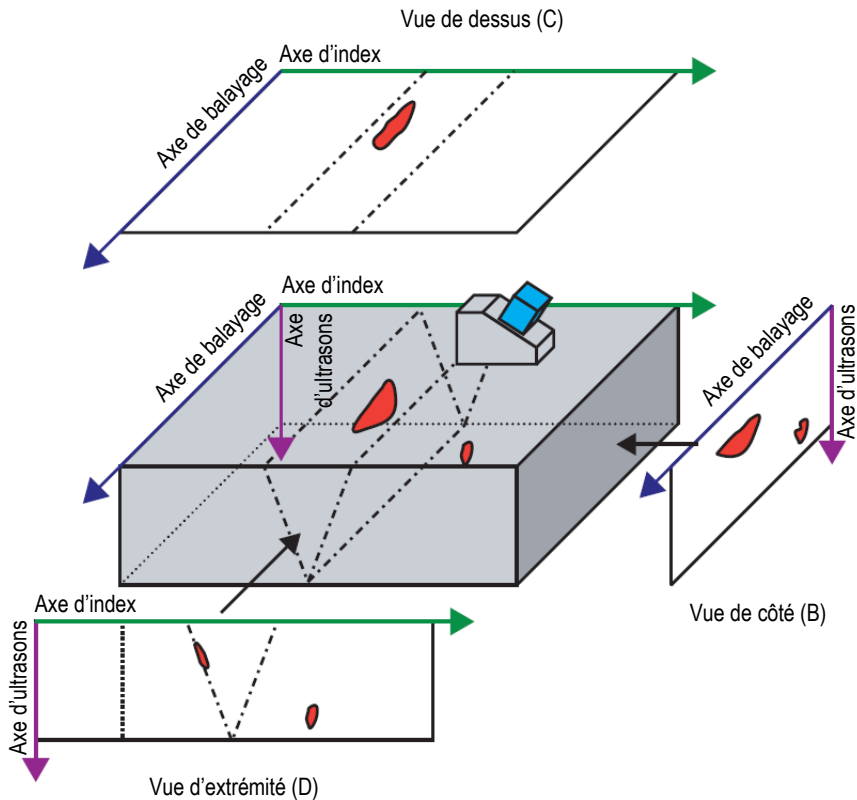

Figure 3-22 Exemple des vues ultrasons [dessus (C), côté (B) et extrémité (D)] avec un angle de bigle de 90°
Les vues volumétriques sont des images en codes de couleurs créées à partir de A-scans successifs projetés sur différents plans définis par les axes d'ultrasons, de balayage et d'index. Les vues les plus importantes, semblables aux projections 2D des dessins techniques, sont présentées dans la Figure 3-22 à la page 108.
Dans la Figure 3-22 à la page 108, si l'angle de bigle est de 0° (ou de 180°), la vue de côté (B) devient la vue de l'extrémité (D), et inversement. La vue de côté (B) est définie par les axes de profondeur et de déplacement de la sonde. La vue de l'extrémité (D) est définie par les axes de profondeur et de balayage électronique.